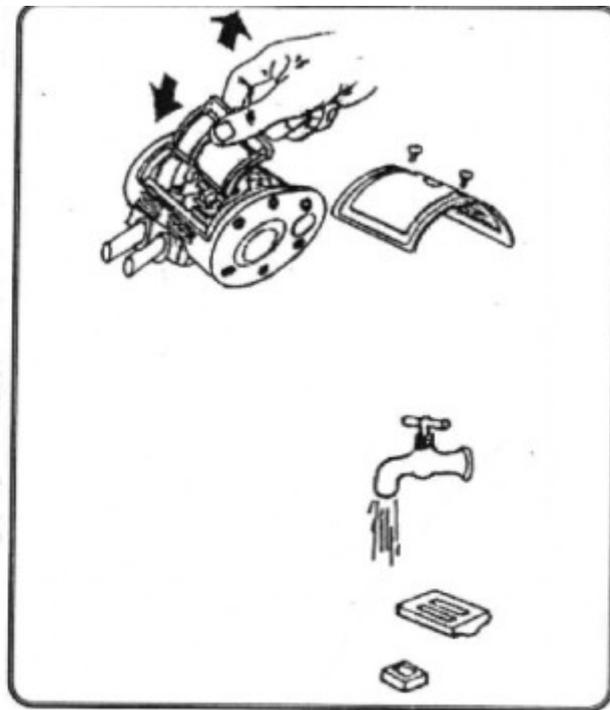

Figure 9
*Nettoyer le filtre du pulsateur une fois par mois. (Figure 9).